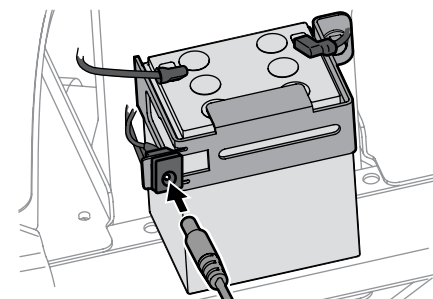

Figura 4-16
- Para este tractor, está disponible por separado una unidad de carga. Las instrucciones para el uso de esta función se adjuntarán al accesorio de carga de la batería. La unidad de carga se conecta justo al lado de la batería como se indica en la Figura 4-16. Para pedir el cargador de la batería, consulte la hoja del Suplemento sobre Piezas/Garantía.